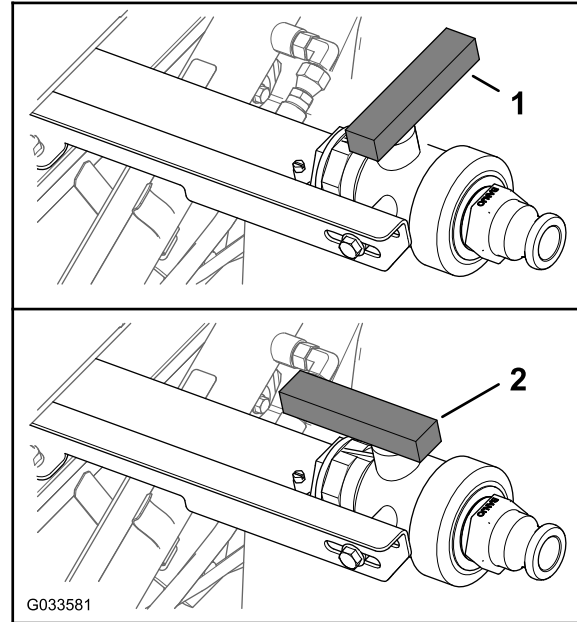

Figura 83
3. Abra la válvula para vaciar del depósito todo el material no utilizado (Figura 83).
4. Cierre la válvula de vaciado (Figura 83).